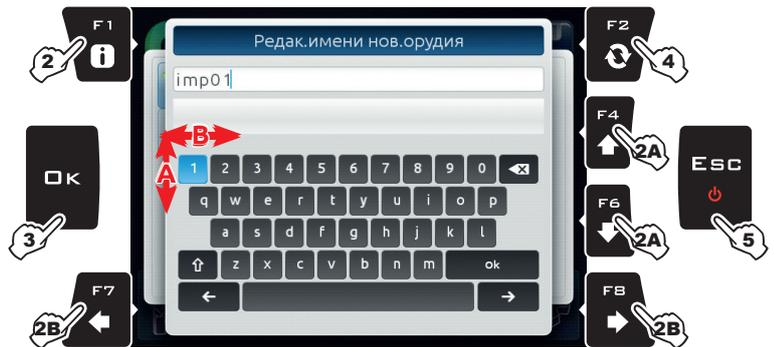

Рис. 229
**1** Нажмите **F2**, чтобы сохранить текущую обработку: появится страница редактирования имени (Рис. 229). Введите имя.